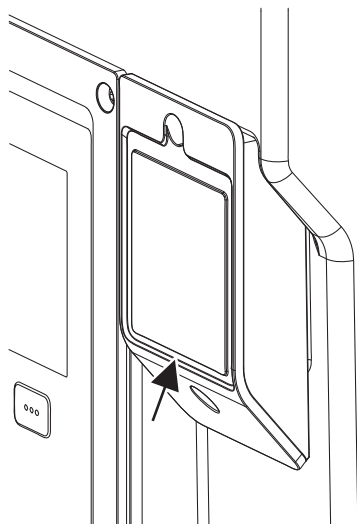

Fig. 32: Couvercle du module BT Wilo-Smart Connect
1. Desserrer la vis du couvercle du module Wilo-Smart Connect (Fig. 32) et ouvrir le couvercle.
En raison de sa conception, le module BT Wilo-Smart Connect ne peut être branché que dans un sens. Une autre fixation du module n'est pas possible. Le couvercle du module Wilo-Smart Connect (Fig. 32) sur la partie supérieure du module électronique maintient fermement le module dans l'interface.